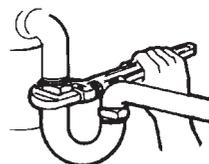

рис. 14
*Измельчитель должен соединяться с канализацией только при помощи гладкостенного жесткого колена (рис. 14). Категорически запрещается использовать гофрированный сифон-колена, так как на ребристой поверхности могут задерживаться остатки пищевых отходов.*